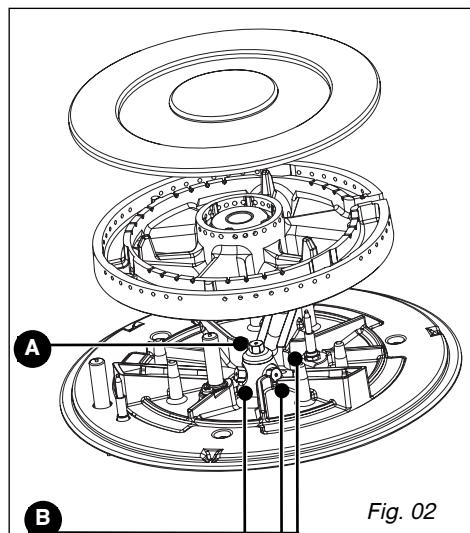

Fig. 02
- **Desenrosque**, con ayuda de una llave plana N° 10, el inyector central situado en el fondo del hueco (ver A) y con una llave plana N° 7 los 3 inyectores colocadores alrededor del inyector central (ver B) (Fig. 02).